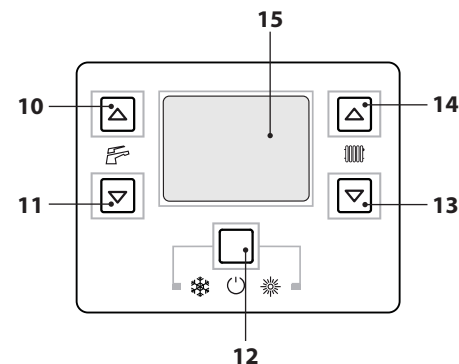
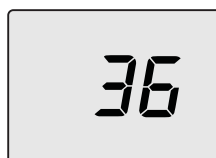

Рисунок 5.41
Рисунок 5.43
- Войти в "режим программирования", нажав одновременно и удерживая в течение 10 секунд кнопки 12-13-14 (Рисунок 5.41) до появления на ЖК дисплее кода **P01**, который сменяется значением параметра, указывая на вход в "параметр 01" (Рисунок 5.42).
- Пролить параметры, используя кнопки 13 и 14 до появления на ЖК-дисплее кода **P10**, который сменяется значением параметра, указывая на вход в "параметр 10" (Рисунок 5.43).
- Чтобы подтвердить внесенное значение, нажать кнопку 12 (Рисунок 5.41).
- При одновременном нажатии кнопок 12 и 13 (Рисунок 5.41), происходит выход без изменения значения (возврат к перечню параметров, см. Рисунок 5.43).
- При одновременном нажатии и удерживании в течение 10 секунд кнопок 12-13-14 (Рисунок 5.41) происходит выход из "режима программирования".